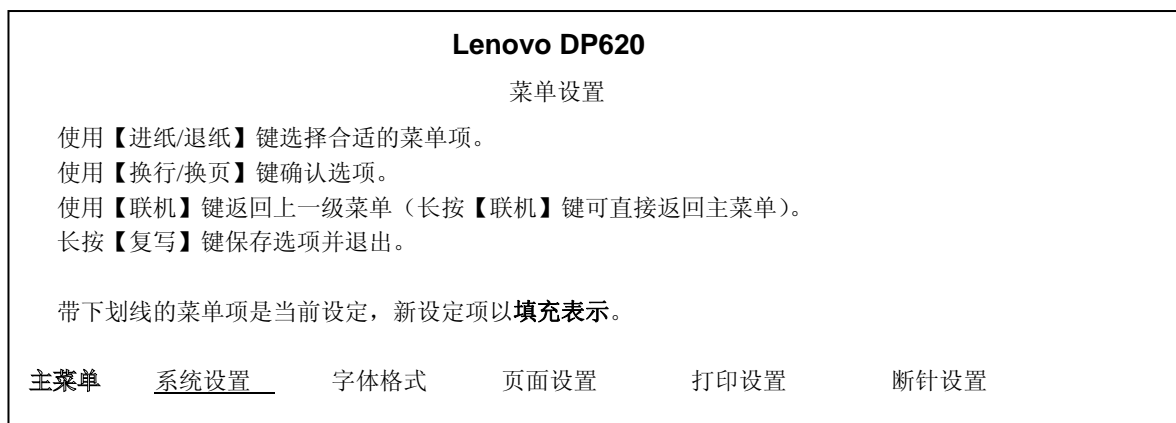

图 4-4 进入菜单设定打印示例
- 首先打印出标题和主菜单（如图 4-4），有下划线的选项是当前的缺省选项。打印头就停留在当前缺省选项下方。